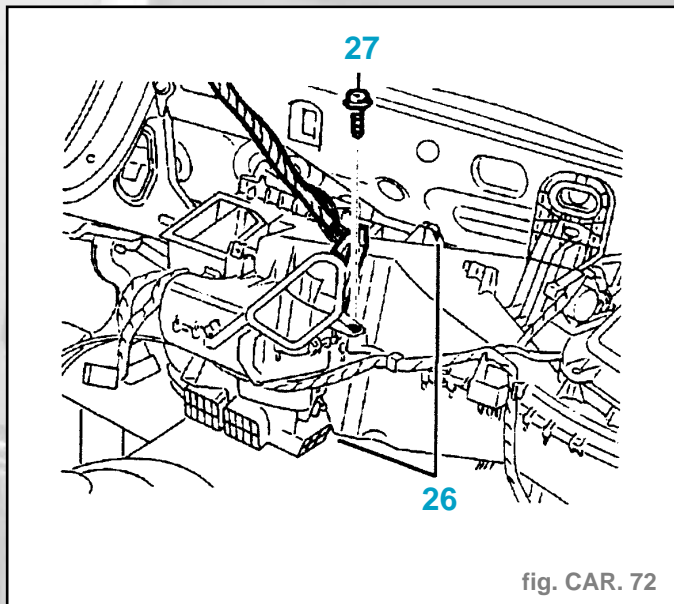

fig. CAR. 72
- Dégrafer les connexions électriques (21).
- Déboîter les conduits d'air (22).
- Dégrafer le connecteur (23).
- le conduit d'air (24),
- Dégrafer le contacteur (25) (utiliser des gants de protection).
- Dégager le câble (17) par l'intérieur de la boîte à gants supérieure.
- Desserrer les fixations (26) (fig. CAR. 72).
- Déposer la fixation (21).